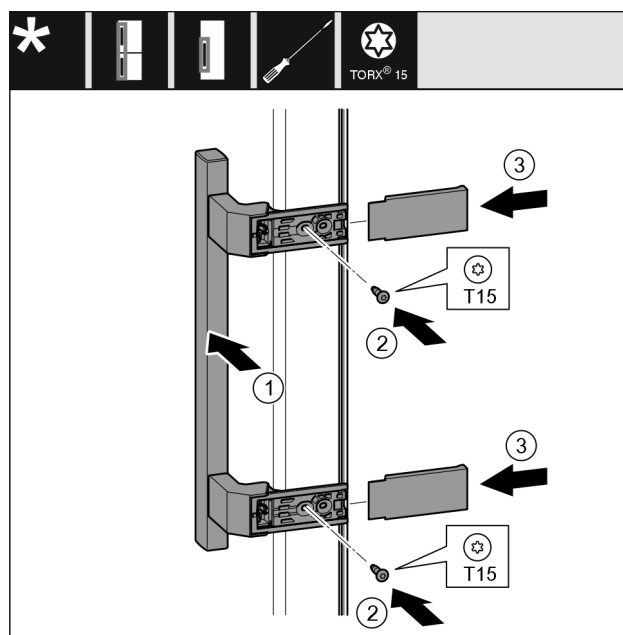

Fig. 50
- Aplicați mânerul Fig. 50 (1) pe partea opusă.
- Înșurubați ferm șuruburile Fig. 50 (2) cu șurubelnița.
- Aplicați și împingeți capacele Fig. 50 (3) laterale.